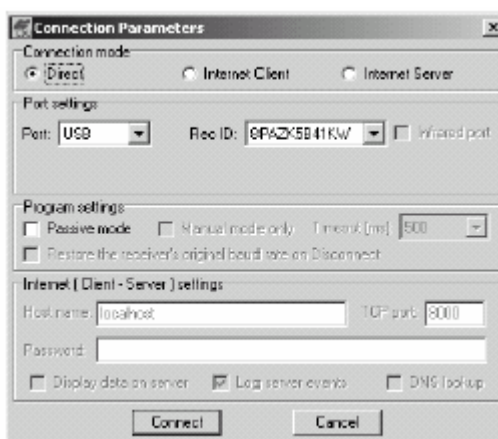

Figura 2-9. Parámetros de conexión USB
- para conexiones USB (Figura 2-9):